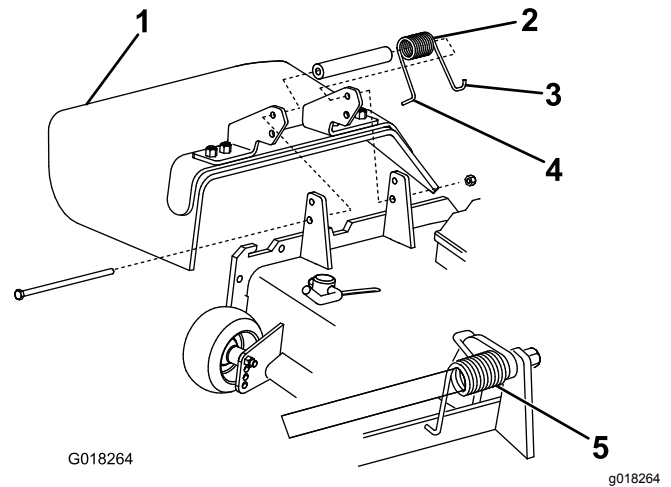

Figure 3
3. Accrochez l'extrémité en J droite du ressort au déflecteur d'herbe (Figure 3).